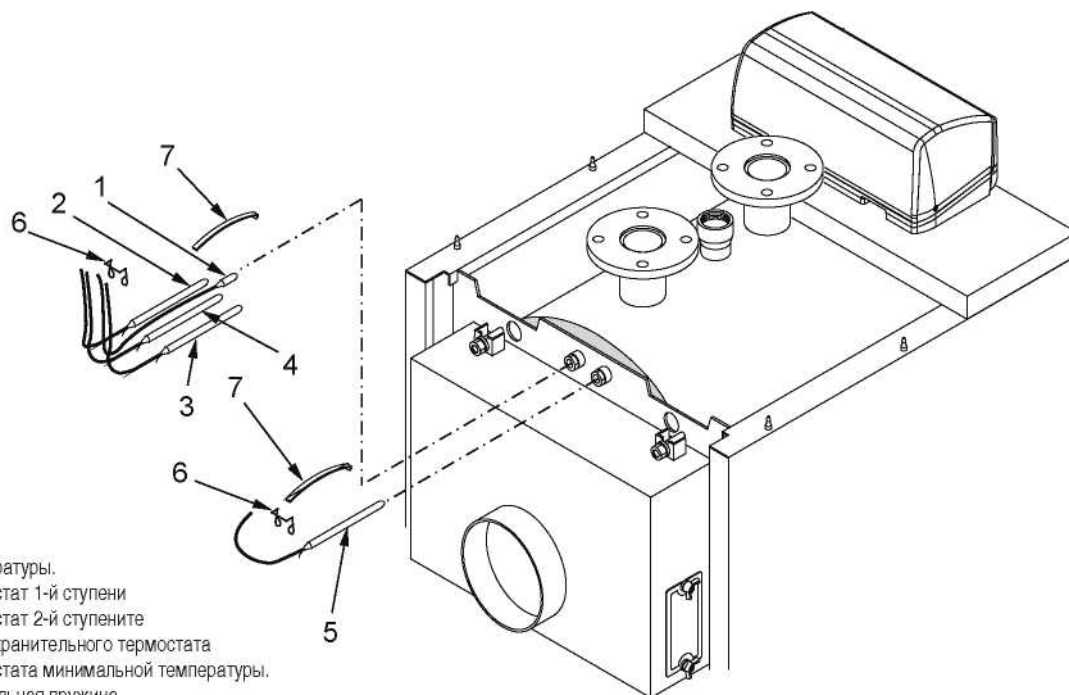

рис. 24
- E) Вставьте датчики приборов в манжеты, как показано на рис. 24 и подключите пульт управления к электропитанию, к горелке, насосам, и т.д. Закройте крышку панели управления. Проведите кабель горелки через зажимную панель проводов (поз. 11) со стороны его выхода и зафиксируйте кабель при помощи прилагаемого хомута. Зафиксируйте зажимные панели проводов (поз. 11) на боковых панелях обшивки. С обратной стороны котла аккуратно соедините выходящие электрические кабели в связку при помощи прилагаемого зажима.
- F) Вставьте датчики приборов в манжеты, как показано на рис. 24 и подключите пульт управления к электропитанию, к горелке, насосам, и т.д. Закройте крышку панели управления.